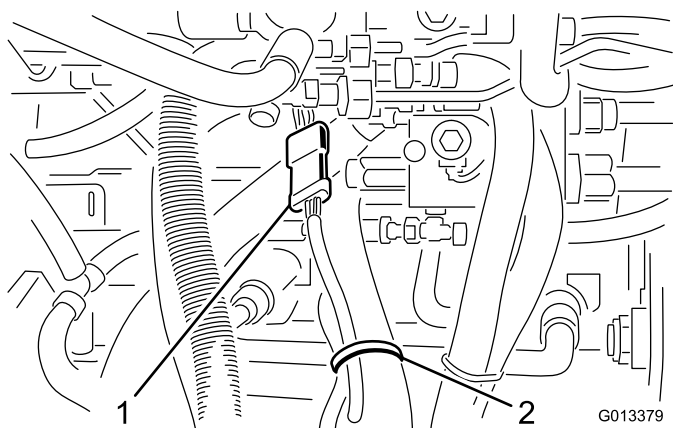

Figura 4
5. Localize e desligue a cablagem da unidade de corte da cablagem da unidade de tracção (Figura 4). Adicionalmente, retire também qualquer cinta de cabo que prenda a cablagem da unidade de corte.